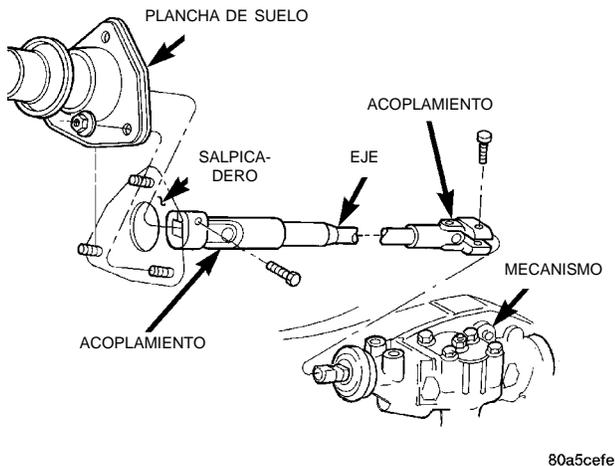

Fig. 5 Eje de acoplamiento de la columna
- (1) Coloque las ruedas delanteras en línea recta hacia adelante.
- (2) Desconecte el cable negativo (masa) de la batería.
- (3) Retire el Airbag, el volante de dirección y el muelle de reloj. Para informarse de los procedimientos de servicio, consulte el Grupo 8M, Sistemas de sujeción pasiva.
- (4) Retire el perno retenedor superior del acoplador de la columna (Fig. 5).